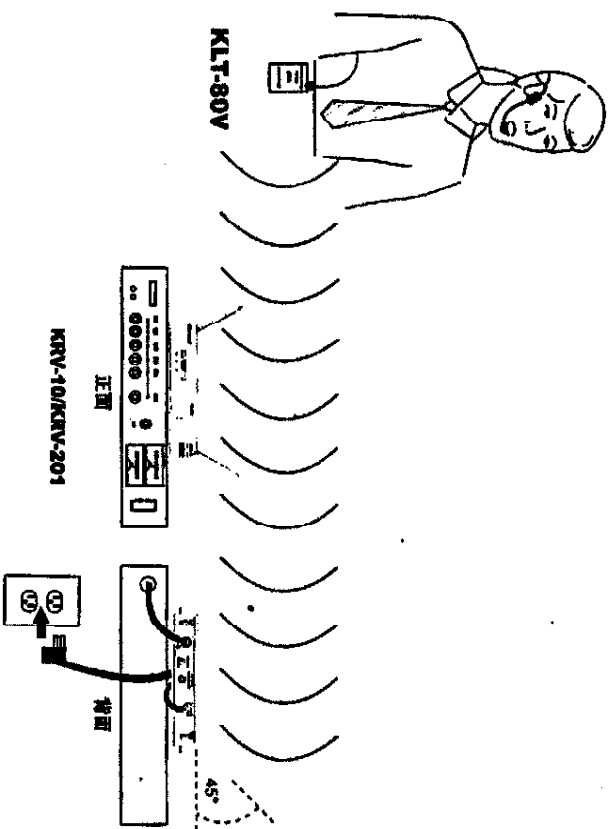

图9
1. 参看图9, 把随机提供的文直流转换器一端插入接收机背后的直流输入连接器, 把转换器的电缆线夹入固定扣。适用机型KRV-10*, 把其另一端插入墙壁插座或其他交流电源 (HD41N110使用220伏/50赫电源, HD41N110E使用120伏/60赫电源), 推动接收机正面电源开关, 电源灯发红光。